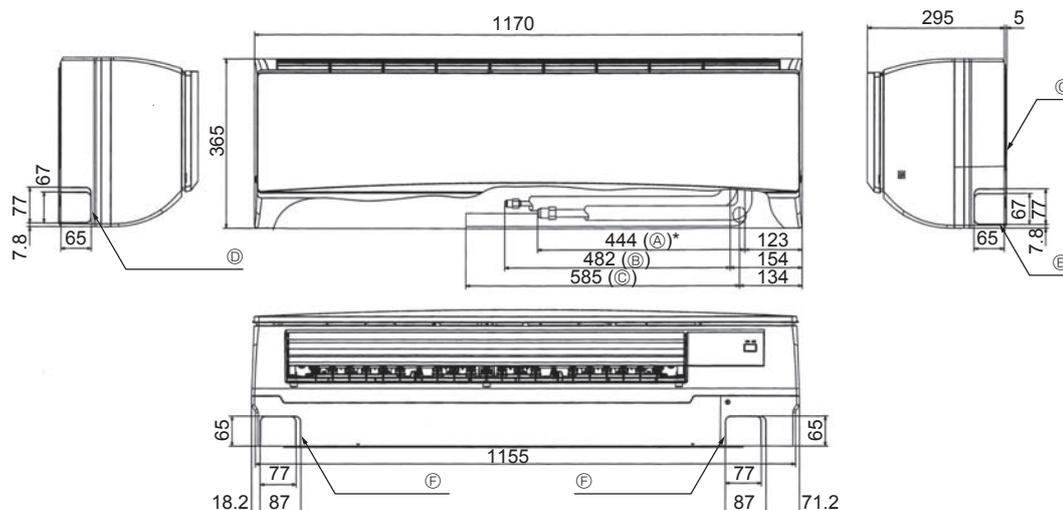

Fig. 4-2
4.3. Placering af køle- og drænrørføring (Fig. 4-2)